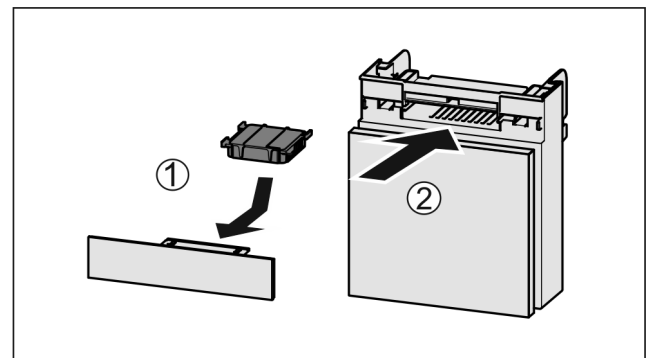

Fig. 148
- Anbring aktivkulfilteret som vis på billedet Fig. 148 (1).
- Skub rummet ind Fig. 148 (2).